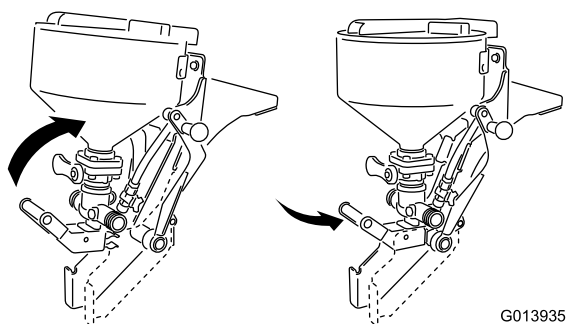

Figura 18
- A. Sollevare la stegola inferiore per sollevare il nebulizzatore e allo stesso tempo inclinarlo leggermente verso il serbatoio (Figura 18).
- B. Guidate l'aletta sotto la traversa con la linguetta saldata nella parte superiore del gruppo telaio (Figura 18).
molla all'alloggiamento del perno grande nella parte inferiore del telaio (Figura 18).